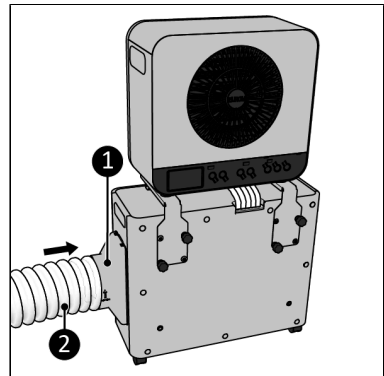

Abbildung 58.
9. Schließen Sie den Adapter (Abbildung 58, Pos. 1) an die Seite des Außengeräts (Abbildung 58, Pos. 1) an.
10. Dehnen Sie den Wärmeabfuhrschlauch (Abbildung 58, Pos. 2) an einem Ende leicht und schrauben Sie ihn (gegen den Uhrzeigersinn) auf den Adapter.
3. Der Adapter (Abbildung 58, Pos. 1) und der Wärmeabfuhrschlauch (Abbildung 58, Pos. 2) müssen seitlich am Außengerät angeschlossen werden.